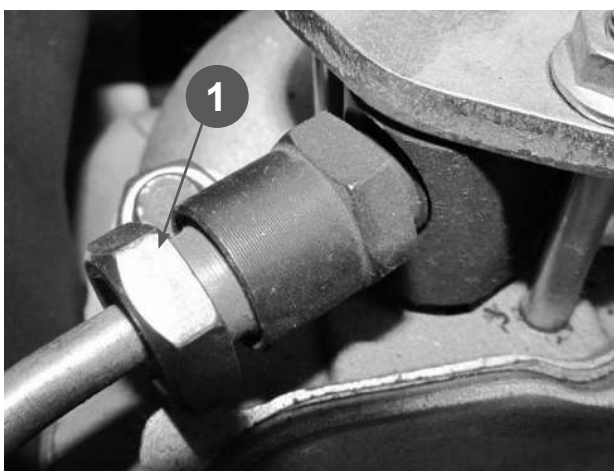

Рис.16
4. Открутите гайку (1) Рис.16 крепления топливпровода к форсунке. Удерживая декомпрессор в нажатом состоянии, ручным стартером прокручивайте коленвал двигателя до тех пор, пока из топливпровода не потечет топливо без пузырьков воздуха. Затем закрутите гайку крепления топливпровода к форсунке.